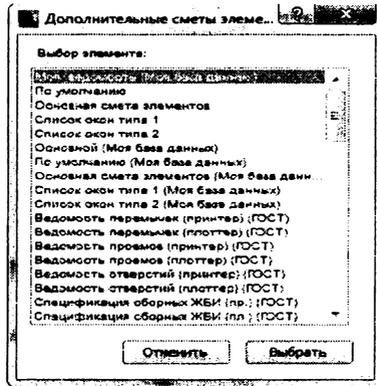

Рисунок 60
10. Для получения желаемых результатов расчета найдите в диалоговом окне (рис. 60) только что созданную ведомость и нажмите ОК. Вы должны получить таблицу, фрагмент которой представлен на рис. 61.